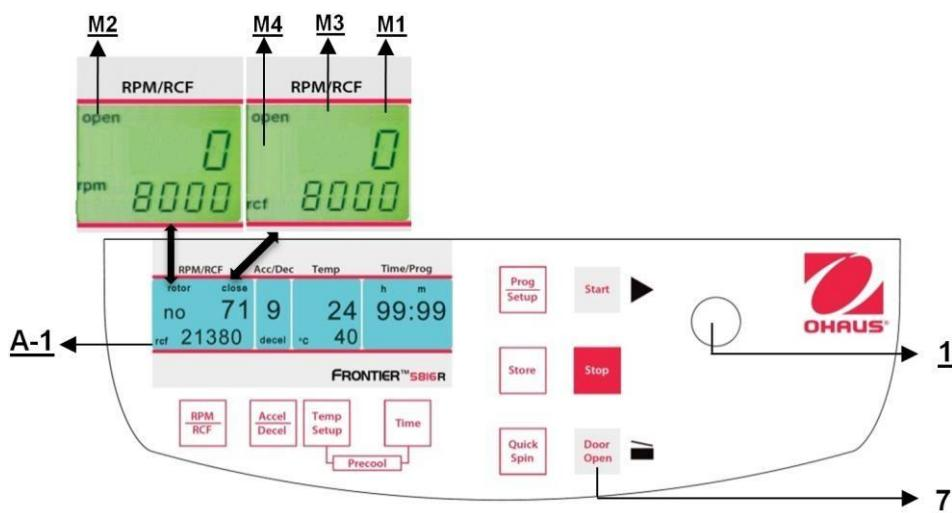

Figura 18
Después de la operación, cuando la tapa de la centrífuga está cerrada, aparece la palabra "close" (M1) en la pantalla "**RPM | RCF**" (A-1). Además, si hay un rotor en la centrífuga, aparece la palabra "rotor" (M3) así como el número de código del rotor respectivo, el cual está en el sistema de la centrífuga "**71**" (M4). Si no hay rotor en la centrífuga, destella la palabra "rotor" (M3) y aparece adicionalmente la palabra "no" (M4). Al presionar el botón "Door Open" (7), puede liberar la tapa de la centrífuga. Tan pronto la tapa electromagnética esté completamente liberada, aparece la palabra "open" (M2). Ahora puede abrir la tapa de la centrífuga. Consulte la Figura 18 a continuación para referencia.
La tapa debe bajarse solo un poco. Un seguro de la tapa electromagnética cierra la tapa, al mismo tiempo que desaparece la palabra "open" (M2) (vea la Figura 18). Como signo de que la centrífuga está lista para arrancar, en la pantalla "**RPM | RCF**" (A-1) aparece la palabra "close" (M1). Al mismo tiempo, aparece la palabra "rotor" (M3), así como el número de código del rotor, el cual está en el sistema de la centrífuga, "**no 71**" (M4). Con eso, todos los datos específicos del rotor, por ejemplo máxima velocidad, aceleración, etc. están adoptados.